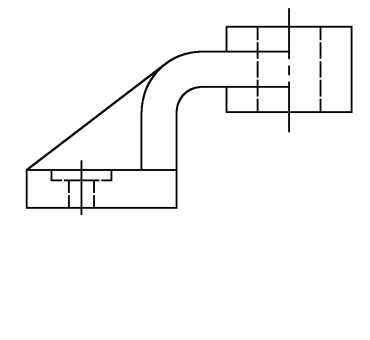

图 3-47 绘制构造线
13) 执行“构造线”命令 (xl), 在图形的下方空白处绘制一条水平的构造线, 如图 3-47 所示。